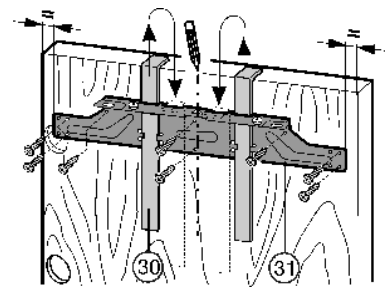

Fig. 22
- ▶ Открутите крепежную поперечину *Fig. 22 (31)* с помощью контргаек *Fig. 22 (32)*.
- ▶ Навесьте крепежную поперечину *Fig. 22 (31)* с монтажными вспомогательными элементами *Fig. 22 (30)* на внутреннюю сторону мебельной двери.
- ▶ Выравнивание крепежной поперечины *Fig. 22 (31)* по центру: начертите короткую центральную линию на мебельной двери, совместите с нею острие стрелки поперечины.
- ▶ Прикрутите крепежную поперечину *Fig. 22 (31)* по меньшей мере 6-ю винтами.
- ▶ Прикрутите крепежную поперечину *Fig. 22 (31)* 4-мя винтами по краю.
- ▶ Вытяните вверх монтажные приспособления *Fig. 22 (30)* и, развернув, вставьте их в расположенные рядом приемные отверстия.